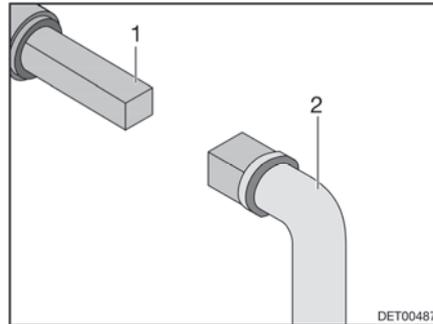

Fig. 113 Manejo del grifo para la eliminación de aguas residuales
- Insertar la llave (Fig. 113,2) en el cuadrado (Fig. 113,1).